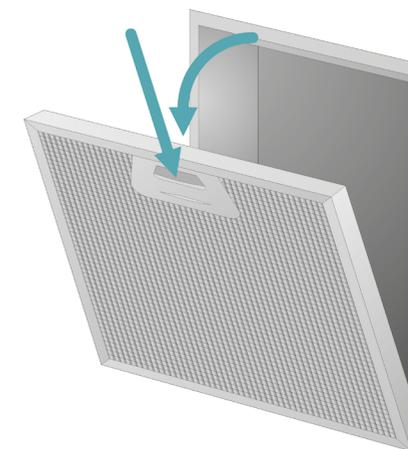

Рис.12 Снятие алюминиевого жироулавливающего фильтра
1. Нажмите на защелки на жироулавливаемом фильтре и снимите фильтр. (Рис. 12)